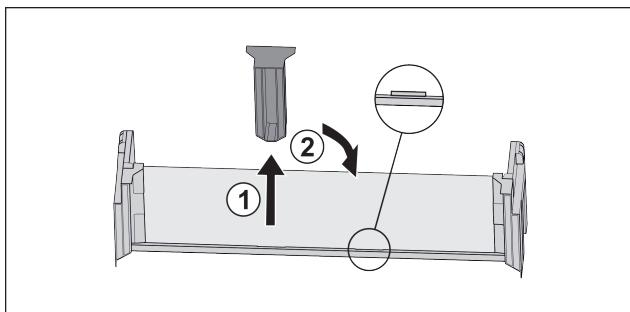

Fig. 26
- Витягнути середню деталь для підтримки Fig. 26 (1).
- Вставить середню деталь для підтримки на друге положення Fig. 26 (2).